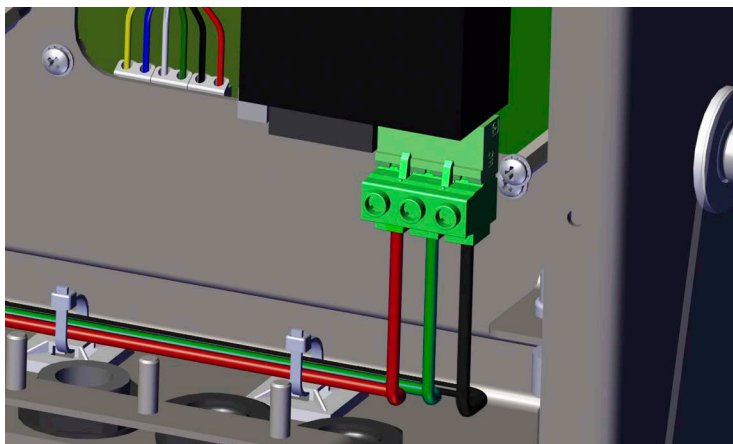

Figura 2-22. Conectar el cableado de CC
2. Tienda los tres hilos hacia abajo por la parte posterior del visor y conéctelos al enchufe de tres clavijas (n.º ref. 15888) que se conecta a la placa de alimentación. Consulte la Figura 2-22 y la Tabla 2-4 en la página 31.